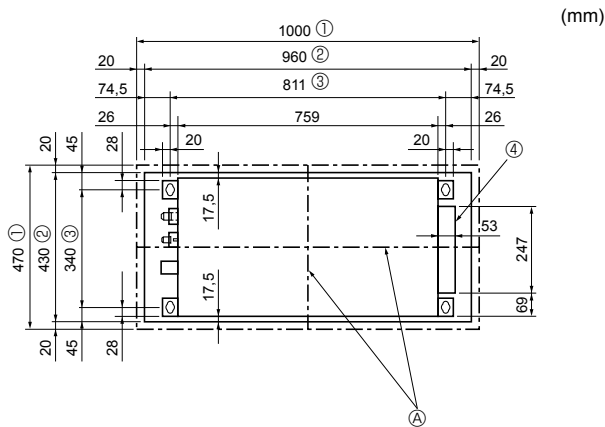

Fig. 2-3
2.3. Localizações das aberturas no tecto e da instalação dos parafusos de suspensão (Fig. 2-3)